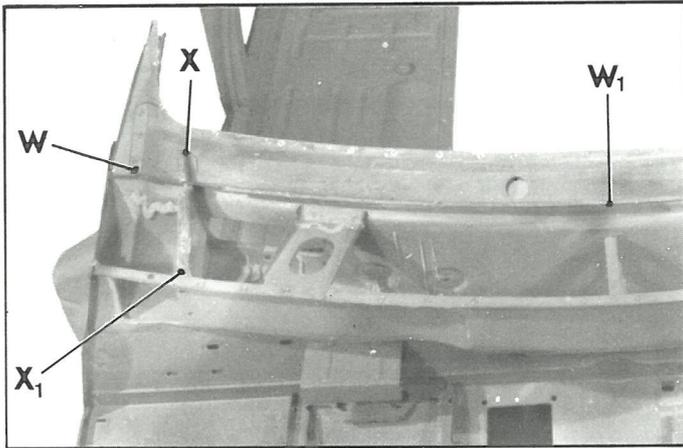

Fig. 10
- en WW_1 et symétriquement (fig. 10)
- en XX_1 et symétriquement (fig. 10).